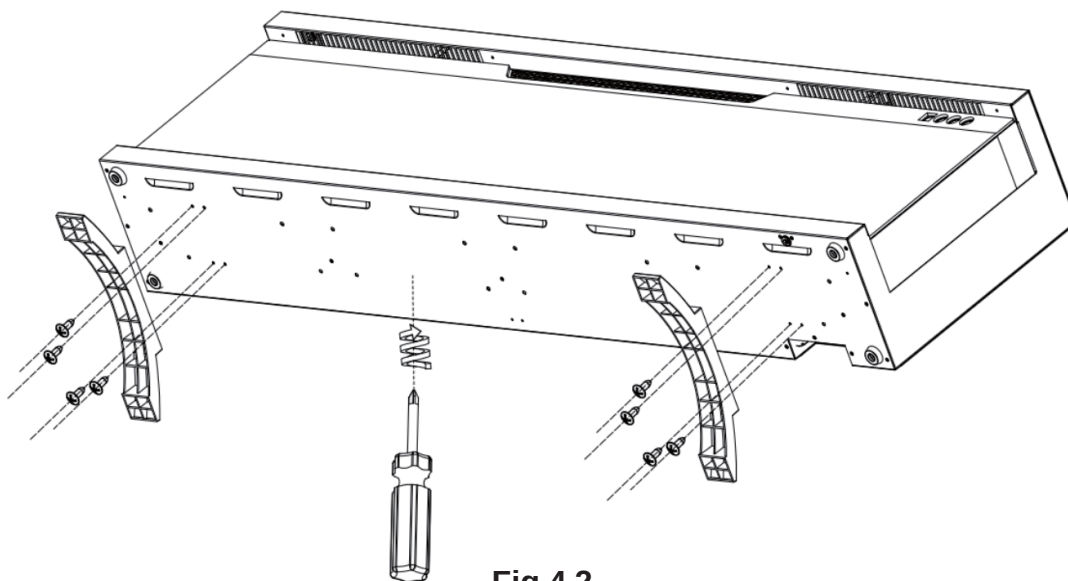

Fig 4-2
- F. Fissare i due piedini (in dotazione) alla parte inferiore della scatola del camino utilizzando le viti precedentemente rimosse (**Fig. 4-2**).